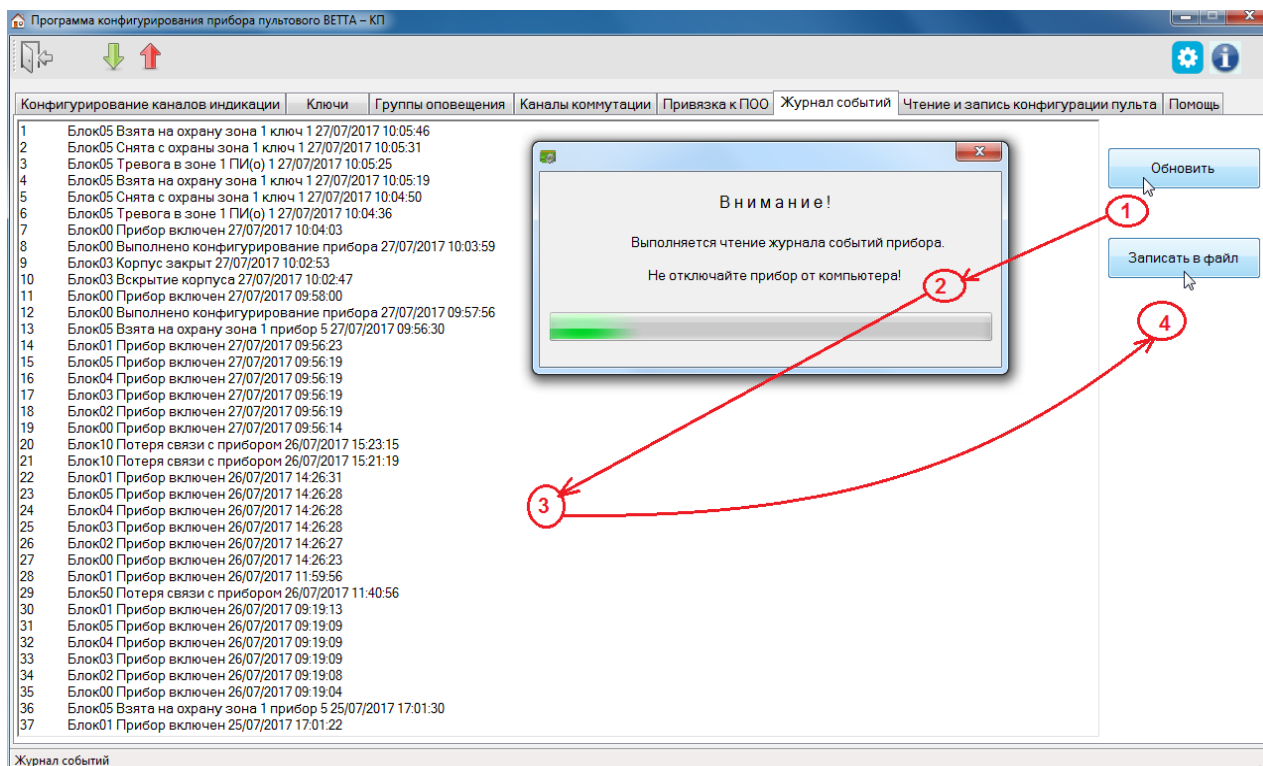

Рис. 31. Порядок действий при чтении журнала событий системы
4) после завершения чтения текущей конфигурации и запуска основного окна программы-конфигуратора, перейдите на вкладку «Журнал событий» (Рис. 31);
5) нажмите кнопку «Обновить» (Рис. 31, шаг 1);
6) программа выдаст информационное диалоговое окно (Рис. 31, шаг 2), которое автоматически закроется после завершения процесса считывания журнала из ОКП;
7) после считывания журнала из ОКП информация о системных событиях становится доступной в окне программы (Рис. 31, шаг 3), записи выводятся в хронологическом порядке, последние по времени – сверху;
8) для сохранения журнала событий на компьютере нажмите кнопку «Записать в файл» (Рис. 31, шаг 4) и укажите в появившемся диалоговом окне путь и название файла; сохранённый файл имеет формат ttf и может быть прочитан программами типа текстового редактора Word.